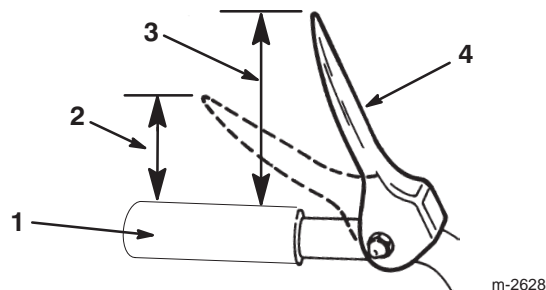

Figura 11
- Controllate la distanza tra l'estremità superiore della maniglia e quella inferiore della leva di comando di coclea/ventola. La distanza deve essere circa 10,2 cm, come illustrato nella Figura 11.